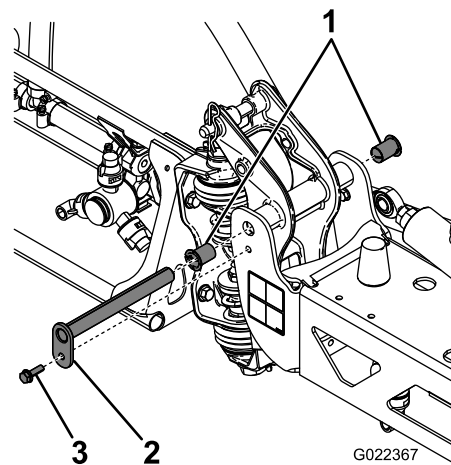

Bild 57
3. Wenn das Gewicht des Auslegers abgestützt ist, nehmen Sie die Schraube und die Mutter ab, mit denen der Lagerbolzen am Ausleger befestigt ist (Bild 57).
4. Entfernen Sie die Schraube und die Mutter, mit denen der Lagerbolzen befestigt ist, und nehmen Sie den Bolzen ab (Bild 57).
6. Nehmen Sie die Nylombüchsen vorne und hinten an der Schwenkhalterung ab und prüfen Sie sie (Bild 57).
7. Tragen Sie etwas Öl auf die Nylombüchsen auf und setzen Sie sie in die Schwenkhalterung ein (Bild 57).
8. Montieren Sie den Ausleger und die Schwenkhalterung im mittleren Rahmen und fluchten Sie die Löcher aus (Bild 57).